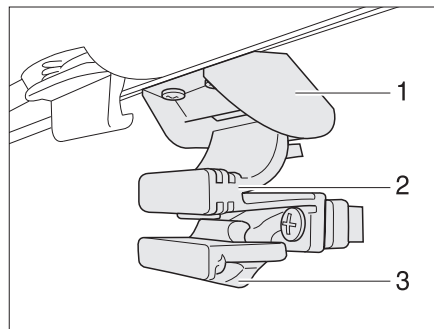

Fig. 48 Ventana en la puerta de entrada
**Abrir la ventana:** ■ Empujar el seguro (Fig. 48,3) hacia abajo.
■ Apretar tirador (Fig. 48,2) y empujar la ventana hacia abajo.
**Cerrar la ventana:** ■ Empujar la ventana hacia abajo, hasta que el tirador (Fig. 48,2) engatille en el bloqueo (Fig. 48,1).